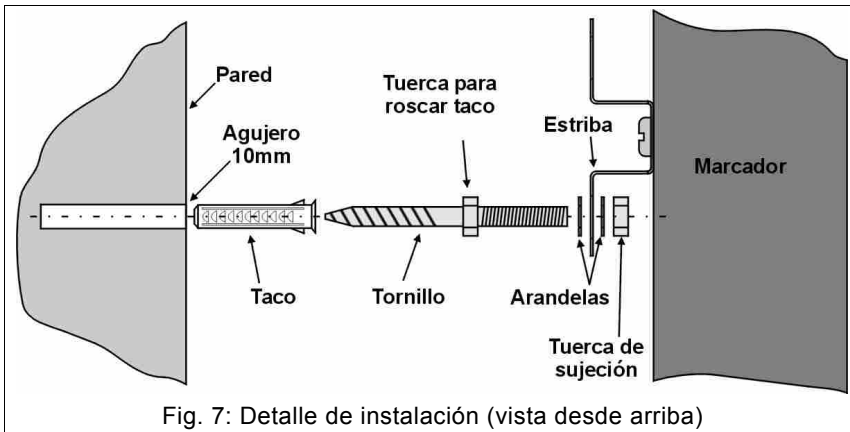

Fig. 7: Detalle de instalación (vista desde arriba)
2. Meta los tacos en los agujeros y apriete los tornillos usando una llave de 13 mm (Fig. 7) sobre las tuercas; luego, introduzca las arandelas.